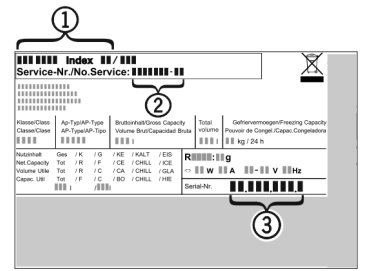

Fig. 35
- ▶ Odczytać z tabliczki znamionowej oznaczenie urządzenia Fig. 35 (1), nr serwisowy Fig. 35 (2) oraz numer seryjny Fig. 35 (3). Tabliczka znamionowa znajduje się po lewej stronie wewnątrz urządzenia.
- ▶ Poinformować serwis i podać opis zaktócenia, oznaczenie urządzenia Fig. 35 (1), nr serwisowy Fig. 35 (2) oraz numer seryjny Fig. 35 (3).